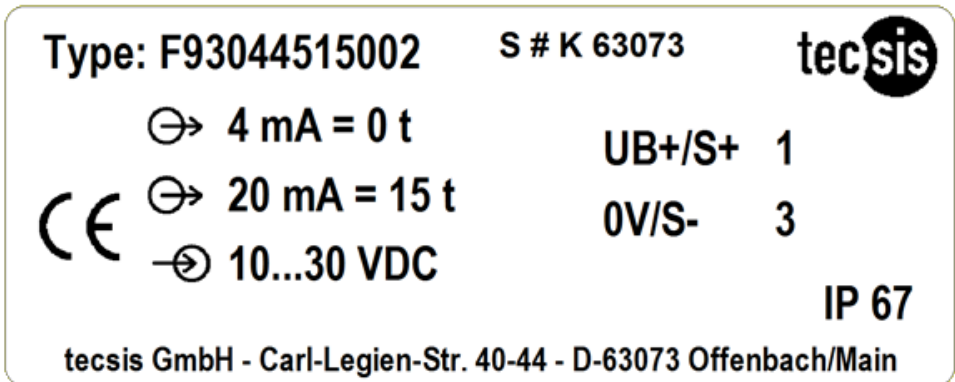

Abb. 1 Typenschild – 1 x Anschlussstecker Ausgangssignal als Standard
- Das Ausgangssignal ist auf dem Typenschild (Abb. 1) vermerkt. Hierbei handelt es sich um einen Richtwert. Das Ausgangssignal ist vom Seildurchmesser und dessen Beschaffenheit abhängig.
Die Anschlussbelegung des Steckers oder des Kabels sind dem Typenschild (Abb.: 1) zu entnehmen. Wenn nicht anders vereinbart, finden standardmäßig die folgenden Belegungen Anwendung.